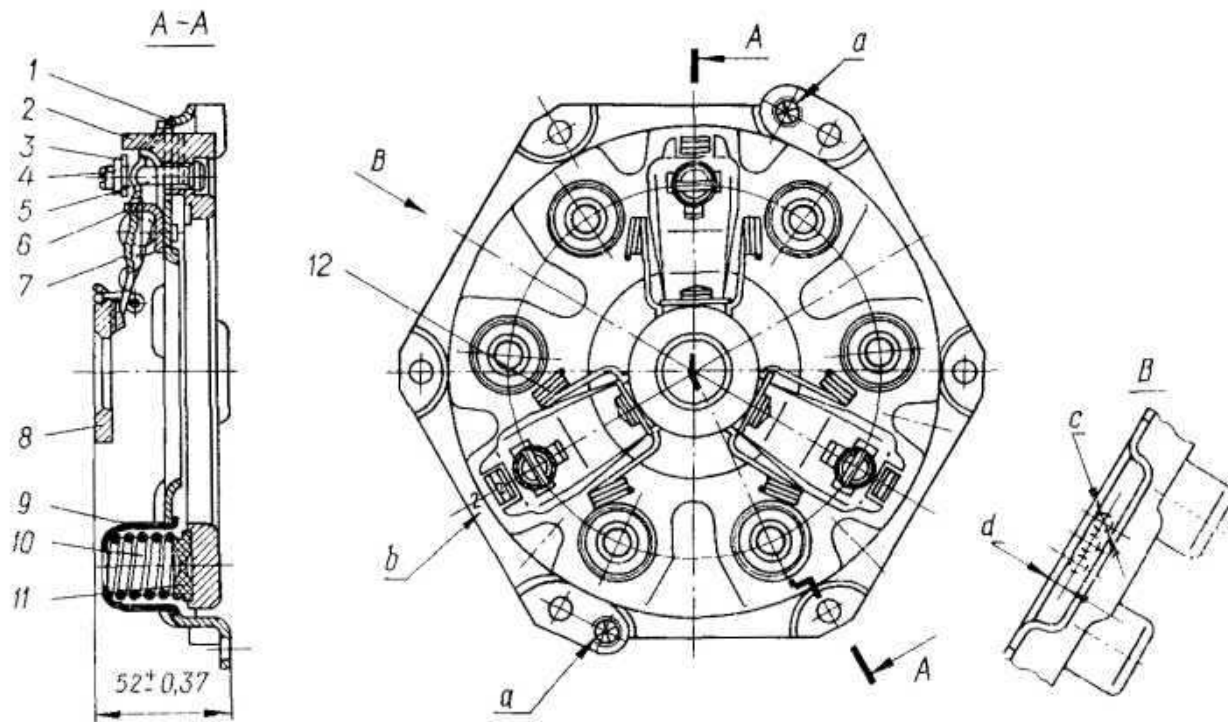
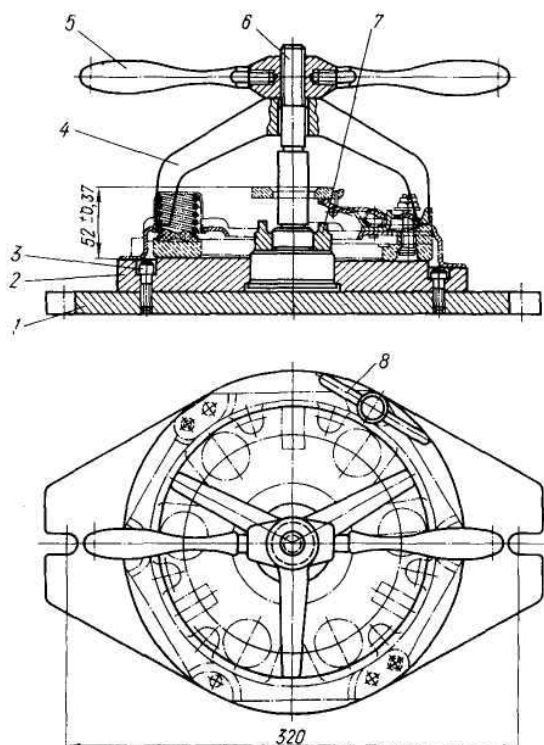
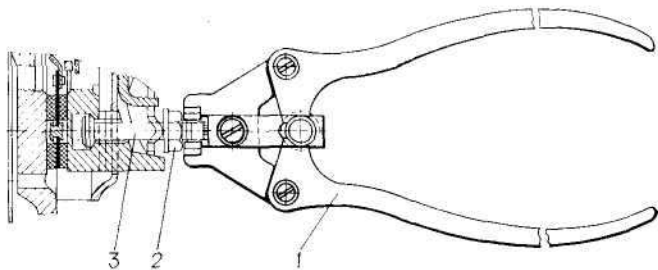

Рис. 104. Нажимной диск сцепления с кожухом в сборе:
Рис. 112. Приспособление для разборки и сборки ведущего диска сцепления:
Рис. 113. Клеши для фиксации регулировочных гаек, пальцев сцепления;
Для повышения износостойкости трущихся пар поверхности пяты 8 (рис. 104) и шайб 3 фосфатируют с последующей пропиткой фосфатного слоя твёрдой смазкой дисульфида молибдена.
Для разборки и сборки сцепления рекомендуем иметь: приспособление (рис. 112); ключ торцовый с головками 12, 17 мм; ключ рожковый 14 мм; отвёртку с шириной лезвия не более 6 мм; плоскогубцы комбинированные; ножовку по металлу и клещи (рис. 113).
- установите кожух на специальное приспособление (а при отсутствии его можно воспользоваться маховиком двигателя), распилите буртики регулировочных гаек 4 (рис. 104), вдавленные в пазы пальцев 5;
- отверните рукоятку 5 (рис. 112) приспособления и снимите скобу 4, кожух 1 (рис. 104), стаканы 9, нажимные пружины 10 и термоизоляционные прокладки 11;
При регулировке рычага 7 сдвиньте в крайнее положение от центра до упора в упорные стойки 8, т. е. зазора *a* в соединении не должно быть. Биение плоскости *B* пяты 5 допускается не более 0,1 мм. После регулировки зафиксируйте клещами (рис. 113) регулировочные гайки 2, вдавив бурт на гайках в продольную прорезь на торцах пальцев 3. После стопорения гаек биение пяты не должно превышать 0,8 мм.